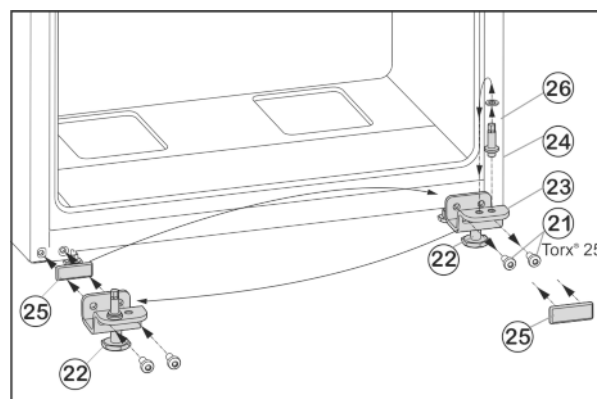

Fig. 6
- ▶ Befestigungsschrauben Fig. 6 (21) abschrauben.
- ▶ Lagerbock unten Fig. 6 (23) komplett mit Lagerbolzen Fig. 6 (24), Scheibe Fig. 6 (26) und Stellfuß Fig. 6 (22), abnehmen.
- ▶ Lagerbolzen Fig. 6 (24) komplett mit Scheibe Fig. 6 (26) abschrauben, in das gegenüberliegende Aufnahmeloch des Lagerbocks umsetzen und wieder festschrauben.
- ▶ Abdeckplatte Fig. 6 (25) vorsichtig abnehmen und auf die Gegenseite umsetzen.
- ▶ Lagerbock unten Fig. 6 (23) komplett mit Lagerbolzen Fig. 6 (24), Scheibe Fig. 6 (26) und Stellfuß Fig. 6 (22) auf der neuen Scharnierseite ggf. mit Hilfe eines Akkuschaubers **fest (mit 4 Nm)** wieder anschrauben.
- ▶ Untere Tür von oben auf Lagerbolzen Fig. 6 (24) aufsetzen.
- ▶ Stellfuß Fig. 6 (22) am Lagerbock unten Fig. 6 (23) herausdrehen, bis er auf dem Boden aufliegt.